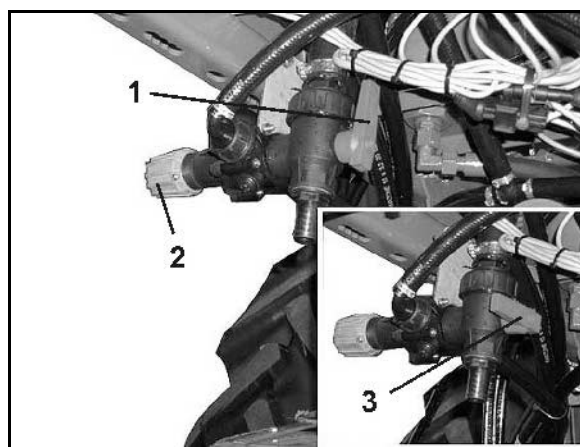

Fig. 68
- DUS- skiftehanen (Fig. 68/1).
- DUS-trykbegrænsningsventilen (Fig. 68/2). DUS- trykbegrænsningsventilen er fast indstillet fra fabrikken side og reducerer trykket i trykomløbssystemet til 1 bar.
Er DUS-skiftehanen i position (Fig. 68/1), betyder det, at trykomløbssystemet er koblet til.
Er DUS-skiftehanen i position (Fig. 68/3), betyder det, at trykomløbssystemet er koblet fra.